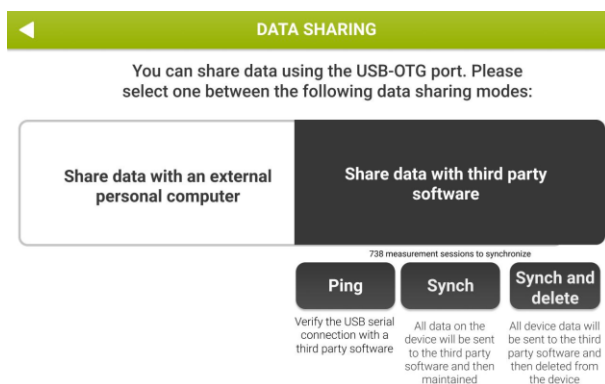

Figure 20 – Options disponibles pour le partage de données avec un logiciel tiers
3. Après le redémarrage, allez sur le même écran (Admin - Data Sharing - Data Sharing via USB-OTG) ; trois autres boutons sont maintenant affichés : *Ping*, *Sync* et *Sync and Delete* (Figure 20)